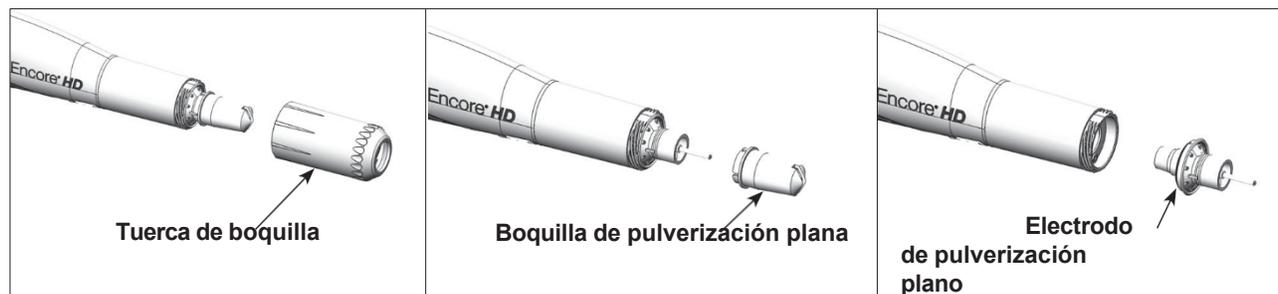

Figura 5 Cambio de una boquilla de pulverización plana
2. Véase la figura 5. Desenrosque la tuerca de la boquilla en sentido antihorario.